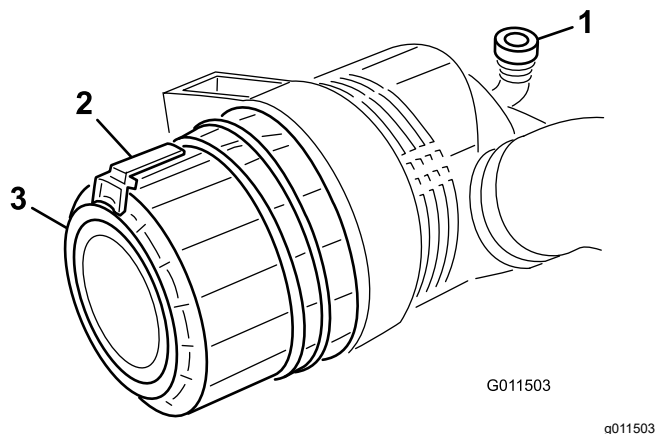

図 49
1. ラッチを引いて外し、カバーを左にひねってボディーからはずす図 49。